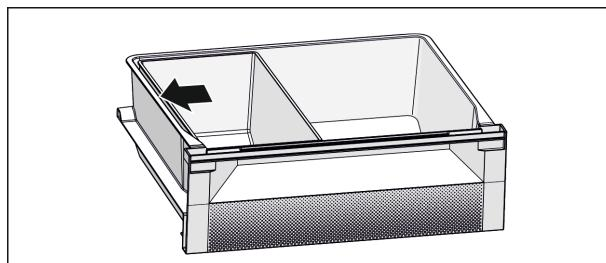

Fig. 6
- Vložte misku Fish & Seafood. Podle zobrazené polohy získáte optimální chladicí funkci (viz Fig. 6).